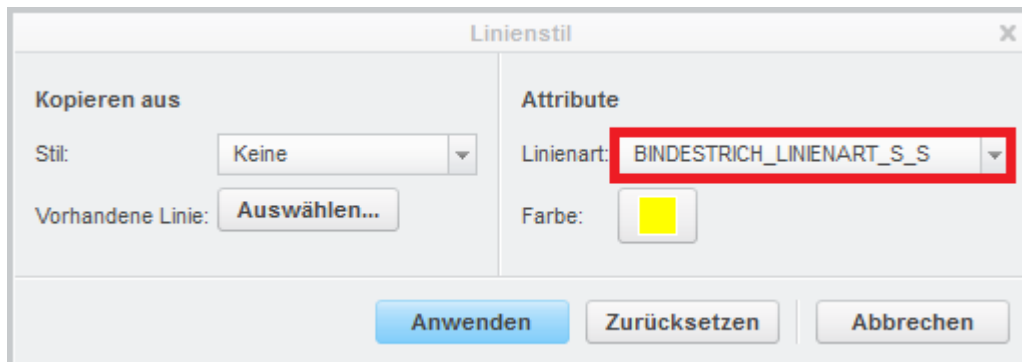

Abb. 11 Konfiguration des Liniensils
- ▶ Linie auswählen ▶ RMT ▶ Eigenschaften... (Abb. 11) ▶ Anwenden